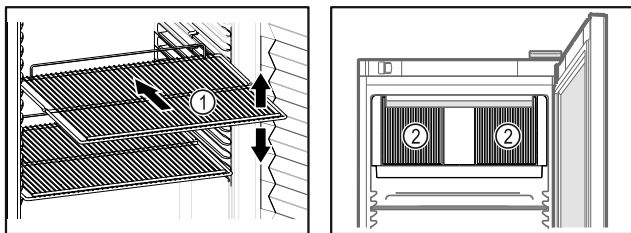

Fig. 61 Príklad zobrazenia Fig. 62
- Ak sa dajú odkladacie rošty Fig. 61 (1) premiestniť, prispôbte výšku.